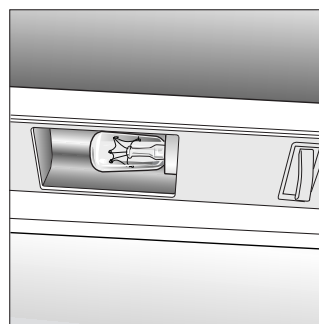

Fig. 3
- Como substituir a lâmpada interna: Desligue o aparelho da rede de alimentação eléctrica para substituir a lâmpada fundida por outra da mesma potência, nunca superior a 15 Watt (Fig. 3).